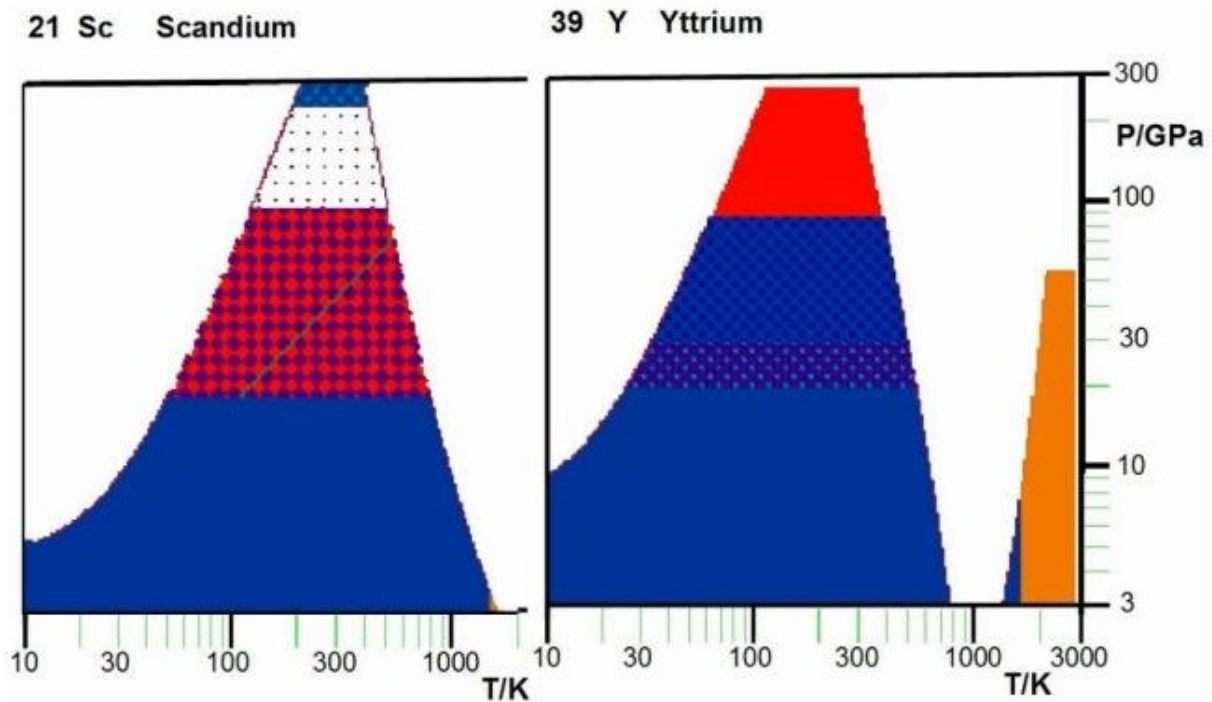

Abbildung 86: Scandium und Yttrium, die leichten Brüder der Seltenen-Erd-Metalle
Zunächst möchte ich euch erst mal im Bild 86 die zwei leichten Kandidaten der Seltenen-Erd-Metalle, Scandium (Sc) und Yttrium (Y) vorstellen, die beide noch keine f-Elektronen besitzen.